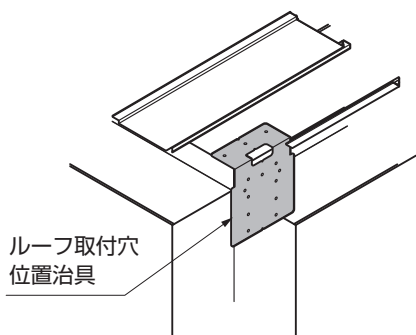
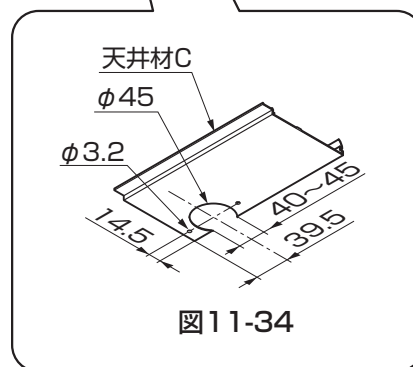

図11-33
図11-34
- ルーフ取付穴位置治具の折り曲げ部を樋の入隅部に突き当てると正確に位置出しができます。(図11-33参照)
- ②アタッチメントパッキンを雨樋アタッチメントに貼付けて樋に【6-1】で取付けてください。
③天井材Cの堅樋がつく位置を確定し、切欠きを現場加工してください。(図11-34参照)
④天井材を取付けてください。